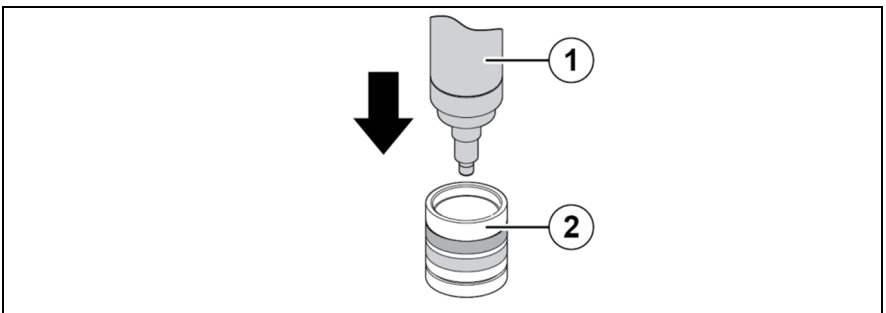

Abb. 5: Sensorkörper aufsetzen
- ▶ Beim Aufschrauben der Membrankappe sicherstellen, dass das Ventil nicht zgedrückt wird (siehe Abb. 5, Seite 18).